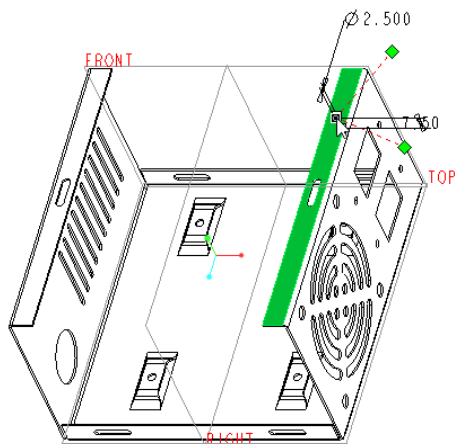

图 6-112 指定主放置参考
(1) 在功能区的“模型”选项卡中单击“工程”→ (孔) 按钮，打开“孔”选项卡。
(2) 在“孔”选项卡中单击 (创建标准孔) 按钮，并确保 (添加攻丝) 按钮处于被选中的状态，接着从 (螺钉尺寸) 下拉列表框中选择“M3x.5”，而不选中和。
(3) 在“孔”选项卡中打开“放置”面板，在图形窗口中单击图 6-112 所示的壁曲面作为主放置参考，此时默认的主放置约束类型为“线性”。